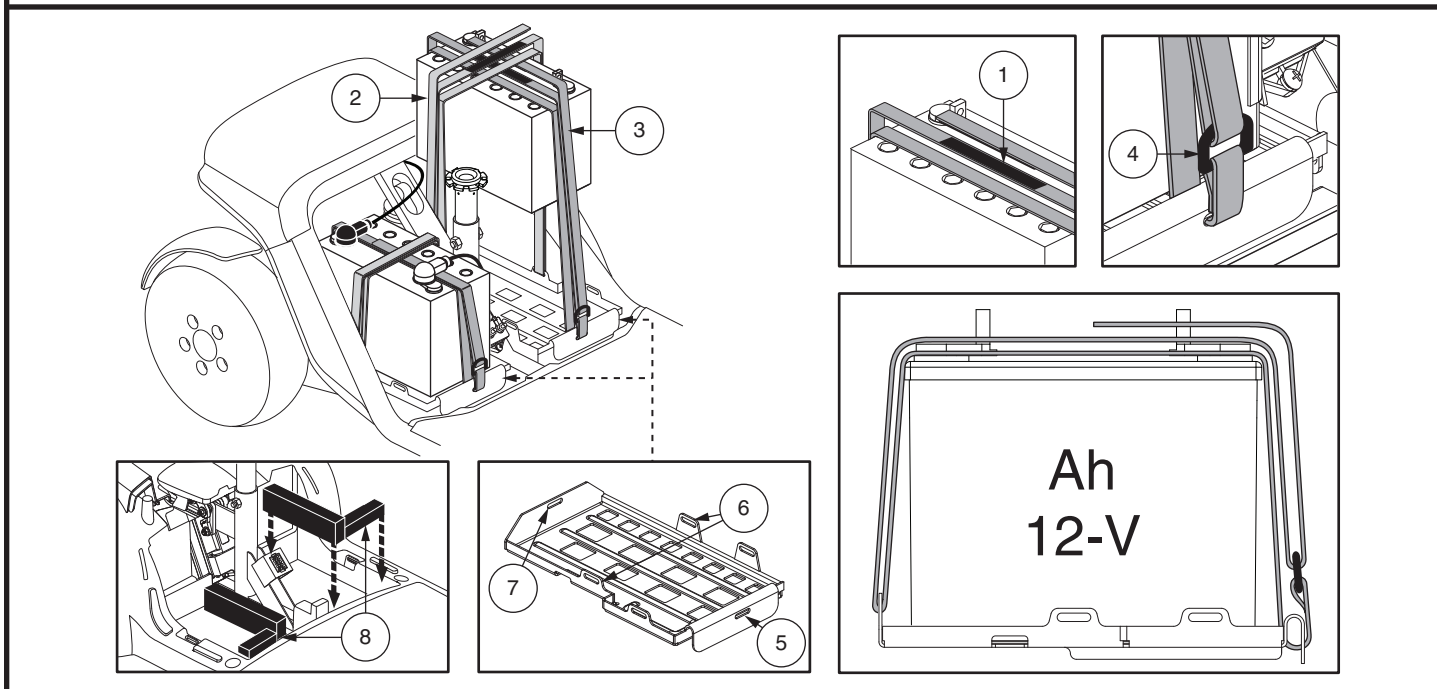

Figura 18. Amarre de baterías para los modelos 614 y 714
**NOTA:** Algunos scooters tienen espaciadores instalados para asegurar las baterías. Usted puede remover los espaciadores para guardarlos seguros hasta que las baterías sean reemplazadas en el scooter. Ver figura 18.